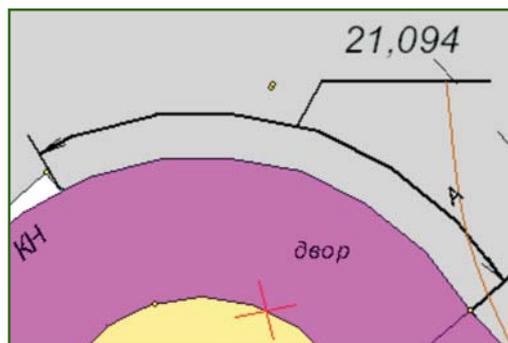

Рис. 5
- расстояний по линии (рис. 5). Измеряется расстояние между двумя точками по выбранной полилинии. В методе используется понятие «проекция точки на элемент» (т. е. перпендикуляр), а таких проекций на криволинейные элементы (окружность, сплайн, парабола) может быть множество. В этом случае автоматически выбирается перпендикуляр наименьшей длины (при захвате центра окружности в качестве проекции принимается вертикаль);